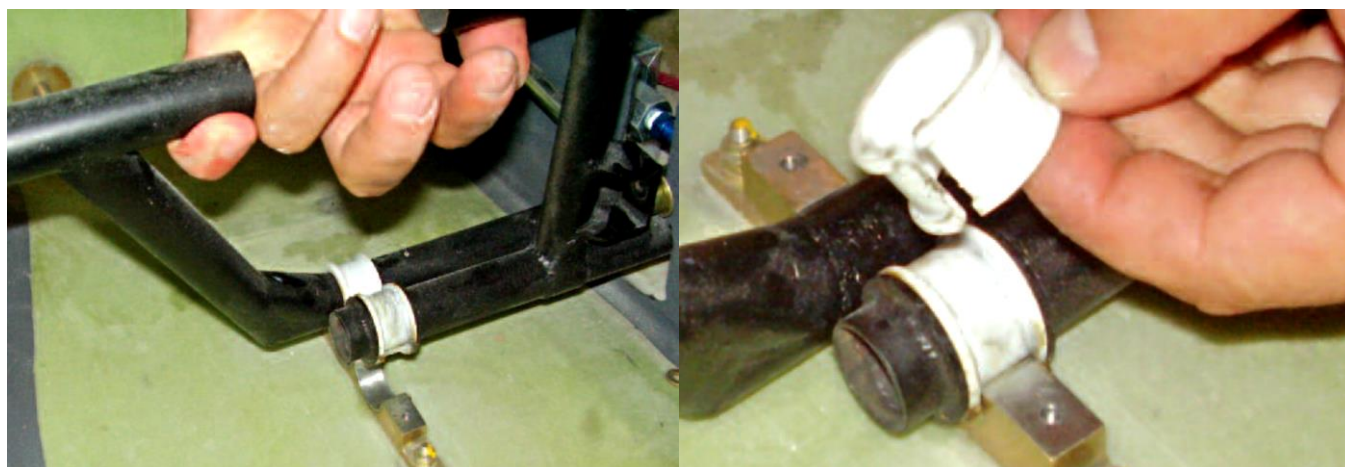

Figura 27.20.19 – Remoção dos pedais e buchas.
14. Abrir e remover manualmente as buchas de Teflon do Pedal AA-27-20-400-01 mostrados na figura 27.20.19.
3. Abrir e instalar as Buchas de Teflon AA-27-20-400-01 nos pedais, esquerdo e direito. Ver figura 27.20.19.